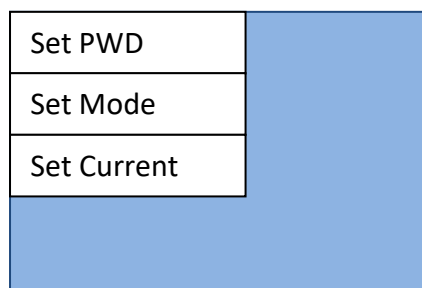

Figura 23 - Schermata configurazione password, modalità di utilizzo e potenza
- 2) Figura 23.
- 5) Figura 23. Si apriranno in sequenza a pochi secondi l'una dall'altra, due schermate (Figura 25a e Figura 25b). Aspettare, senza schiacciare i tasti, fino alla comparsa della schermata in Figura 25b.
- 8) Figura 23. Si apriranno in sequenza a pochi secondi l'una dall'altra, due schermate (Figura 26a e Figura 26b). Aspettare, senza schiacciare i tasti, fino alla comparsa della schermata in Figura 26b.